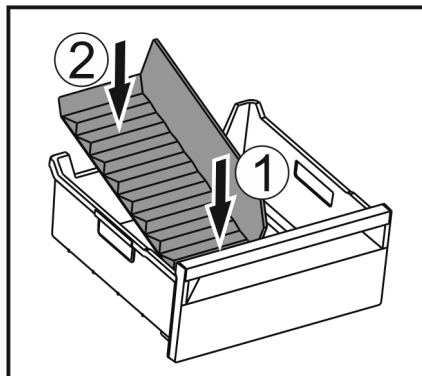

Fig. 100
- ▶ Włożyć przednią część separatora do szuflady na lód. Fig. 100 (1)
- ▶ Tylną część separatora do szuflady na lód opuścić na dno szuflady. Fig. 100 (2)